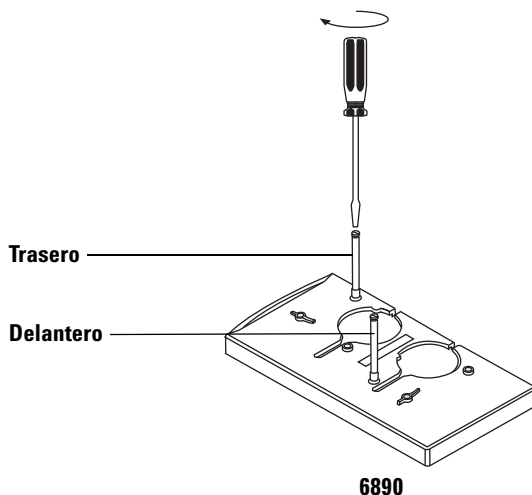

Figura 16 Instalación de postes de montaje (GC 6890)
- **GC serie 6890.** Instálelo en la posición anterior o posterior de la cubierta del inyector, según prefiera. El poste debe bajar del todo (Figura 16).